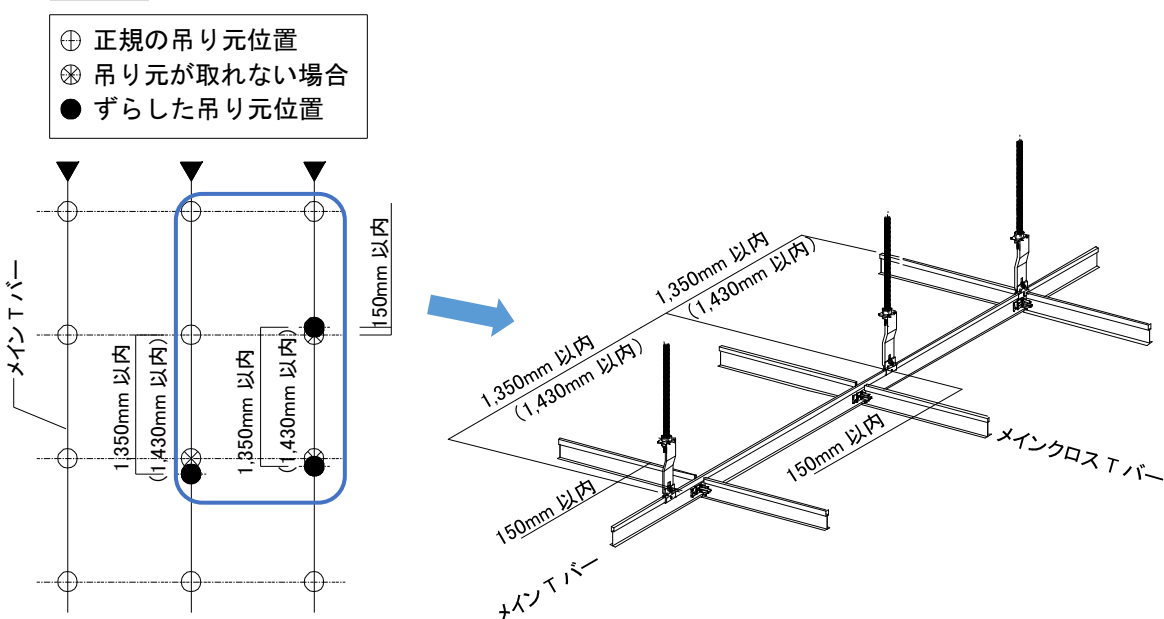

図2-3-2 吊りボルト設置時の注意事項
②ハンガーを組付けた吊りボルトをインサートにねじ込み、吊りボルトが鉛直になるように設置すること。
③吊りボルト設置時は、メインTバーとメインクロスTバーの交点 1,200×1,200 mmまたは 1,280×1,280 mm付近に直吊りする。やむを得ず交点から離れて吊る場合は、メインTバー方向、メインクロスTバー方向とも 150 mmまでとし、吊りボルト相互の離れは 1,350 mm以内(1,280×1,280 mmの場合は 1,430 mm以内)とすること。(図 2-3-2 参照)